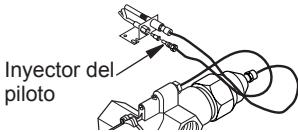

Figura 14 - Instalación del orificio del piloto para propano o gas LP
1. Afloje y quite con cuidado la conexión de la línea del piloto del soporte (consulte la figura 14).
2. Vuelva colocar el inyector (consulte la figura 14) con el inyector de piloto para propano o gas LP con franja roja.